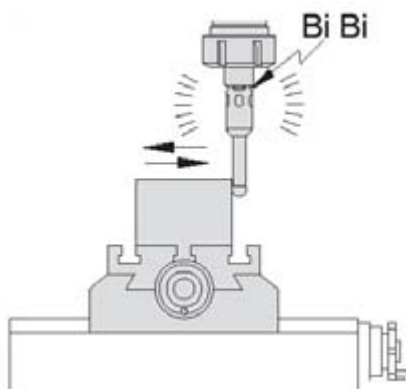

Рис.7.
- зарегистрируйте расстояние, верните кромкоискатель в исходное положение и заново выполните поиск поверхности, медленно перемещая инструмент. Убедитесь в корректности зарегистрированного значения (Рис.7);